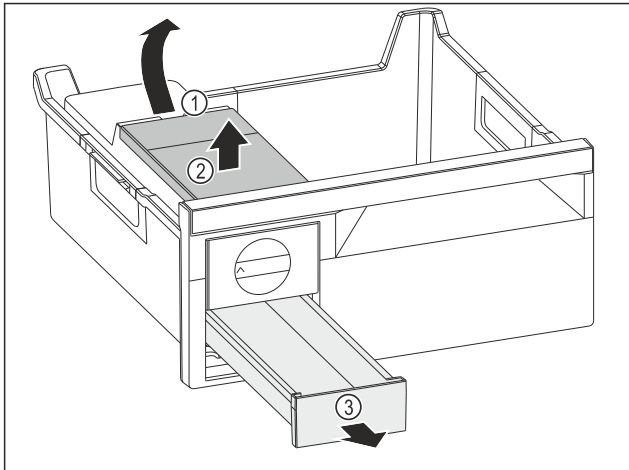

Fig. 211
- ▶ Vegye ki a víztartályt: Emelje fel a víztartályt a kivágásnál Fig. 211 (1).
- ▶ Vegye ki felfelé a víztartályt Fig. 211 (2).
- ▶ Vegye ki a előre felé a jégkocka-fiókot Fig. 211 (3).